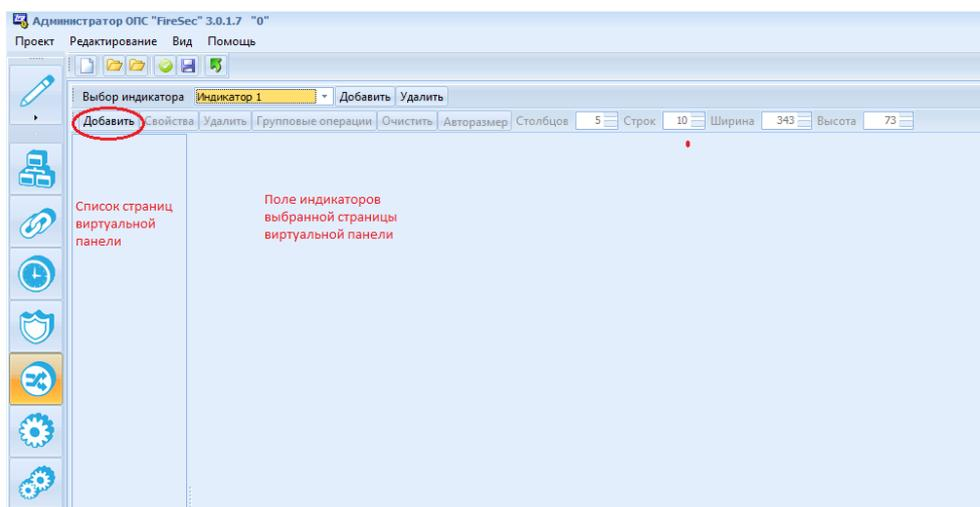

Рис. 3 Добавление новой страницы индикатора
2. Для добавления новой страницы виртуальной панели необходимо нажать кнопку **Добавить** панели инструментов в левом верхнем углу окна (Рис. 3);